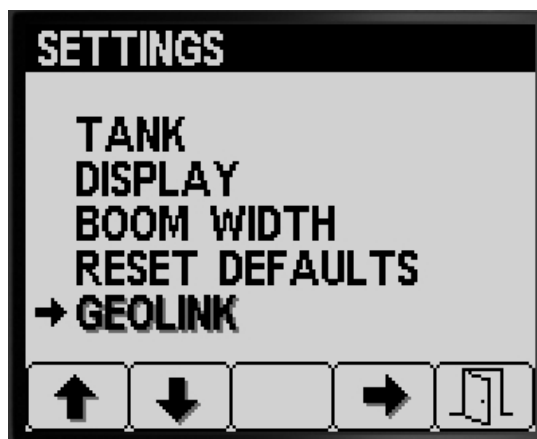

Figura 36
1. Premete il pulsante 1 o 2 sulla schermata IMPOSTAZIONI fino a raggiungere l'opzione GEOLINK (Figura 36).
2. Premete il pulsante 4 per selezionare la voce GeoLink (Figura 36).